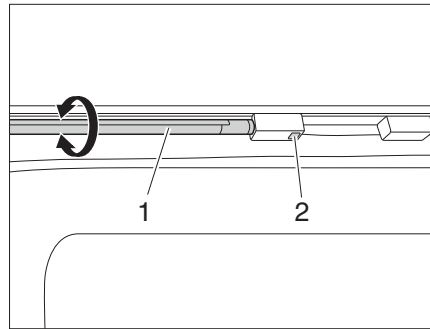

Bild 40 LED-Lichtleisten
- LED-Lichtleiste (Bild 40,1) am Schalter (Bild 40,2) ein-/ ausschalten.
- LED-Lichtleiste (Bild 40,1) am Leuchtkörper fassen und drehen.